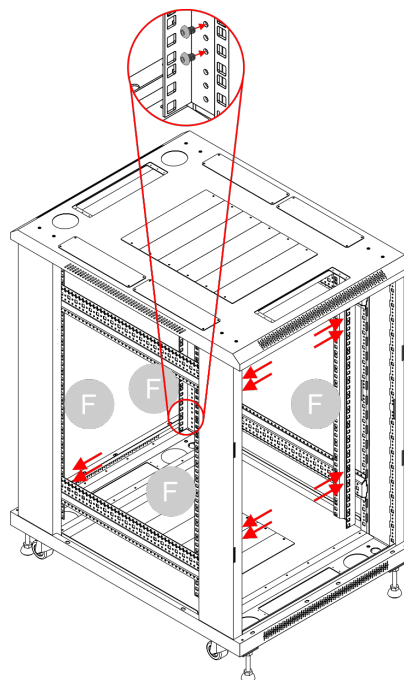

Fig. 32
- 16) Fissare le **staffe verticali (F)** alle **staffe orizzontali (G)**. Utilizzare 2 **viti (N)** per angolo sui 4 angoli superiori dell'armadio e 2 **viti (N)** per angolo sui 4 angoli inferiori dell'armadio, come illustrato nella Fig. 32.